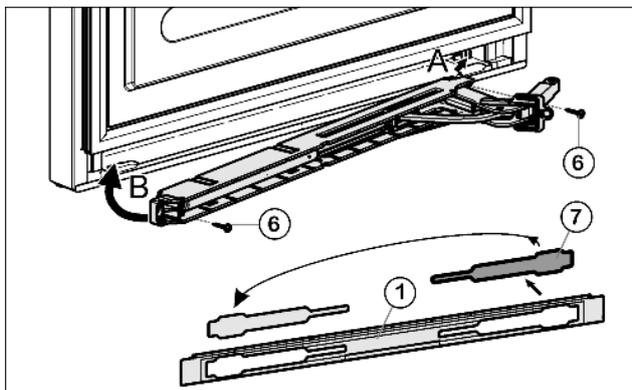

Fig. 14
- ▶ Abdeckung Fig. 14 (7) aus der Blende Fig. 14 (1) lösen und auf der anderen Seite wieder einsetzen.
- ▶ Schließdämpfereinheit mit dem Gelenk zur Scharnierseite zeigend einhaken (A) und einschwenken (B).
- ▶ Schließdämpfereinheit festschrauben (2 mal Torx 15) Fig. 14 (6).